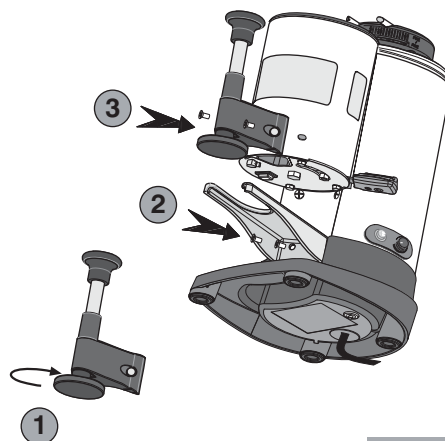

Fig. 10
- 2 Choisir le diamètre du tasseur approprié (53, 54,5 ou 57,5 mm) pour le porte-filtre de la machine à café en votre possession et le fixer à la tige du tasseur télescopique (1, Fig. 10).
- 3 Placer la fourche longue d'appui fournie avec le tasseur télescopique et la fixer avec les mêmes vis de fixation de la fourche courte d'appui enlevée précédemment (2, Fig. 10).
- 4 Placer le tasseur télescopique et le fixer avec les vis fournies avec (3, Fig. 10).